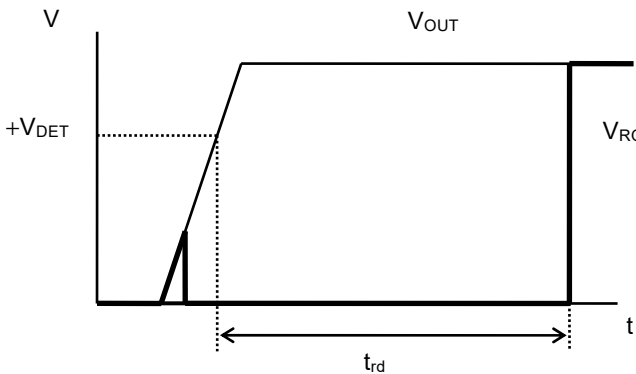

図4 解除遅延時間
*3. V_{OUT} が $+V_{DET}$ を越えてから実際にRO端子の出力が反転するまでの時間 (図4参照)。この値は解除遅延時間調整コンデンサ (C_{DLY}) で変更可能です。